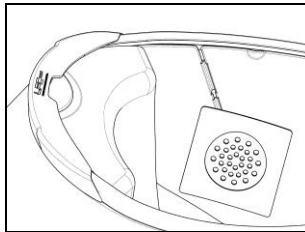

Fig. 23
- Placer le haut-parleur droit dans son logement en insérant le câble dans la rainure prévue à cet effet (Fig. 23). Si nécessaire, fixer l'oreillette en utilisant la colle fournie.